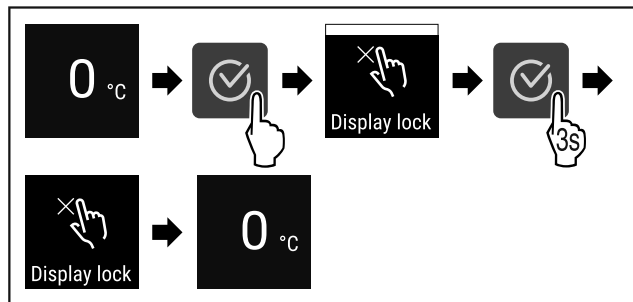

Fig. 97
- ▶ Изпълнете стъпките (виж Fig. 97) .